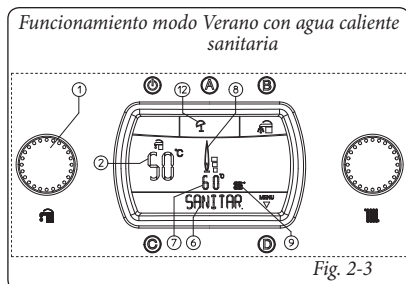

Fig. 2-3
Durante el calentamiento del agua caliente sanitaria en el display (24) se lee "SANITAR." (Fig. 2-3) en el indicador de estado (6) y simultáneamente al encendido del quemador se enciende el indicador (8) de presencia de llama, con su relativa escala de potencia, y el indicador (9 y 7) con la temperatura instantánea en salida del intercambiador primario.